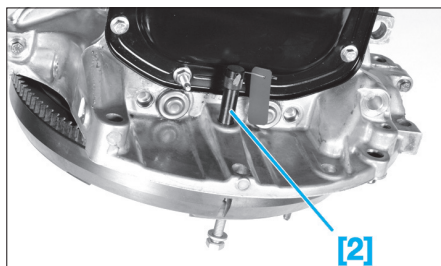

Fig. 9
- Mettre en place l'outil de blocage du vilebrequin [2] (Fig.9).